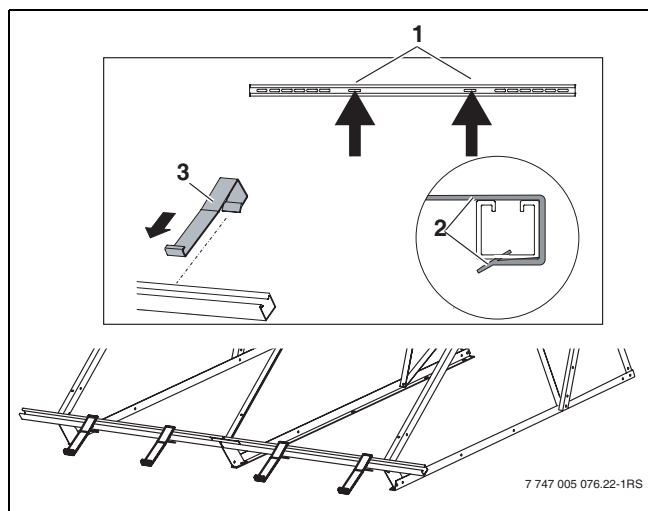

Fig. 26 Enganchar las protecciones antideslizantes
- Empujar las protecciones antideslizantes (Fig. 26, (3)) en los agujeros alargados interiores correspondientes (1) desde fuera sobre los perfiles hasta que encajen (2).